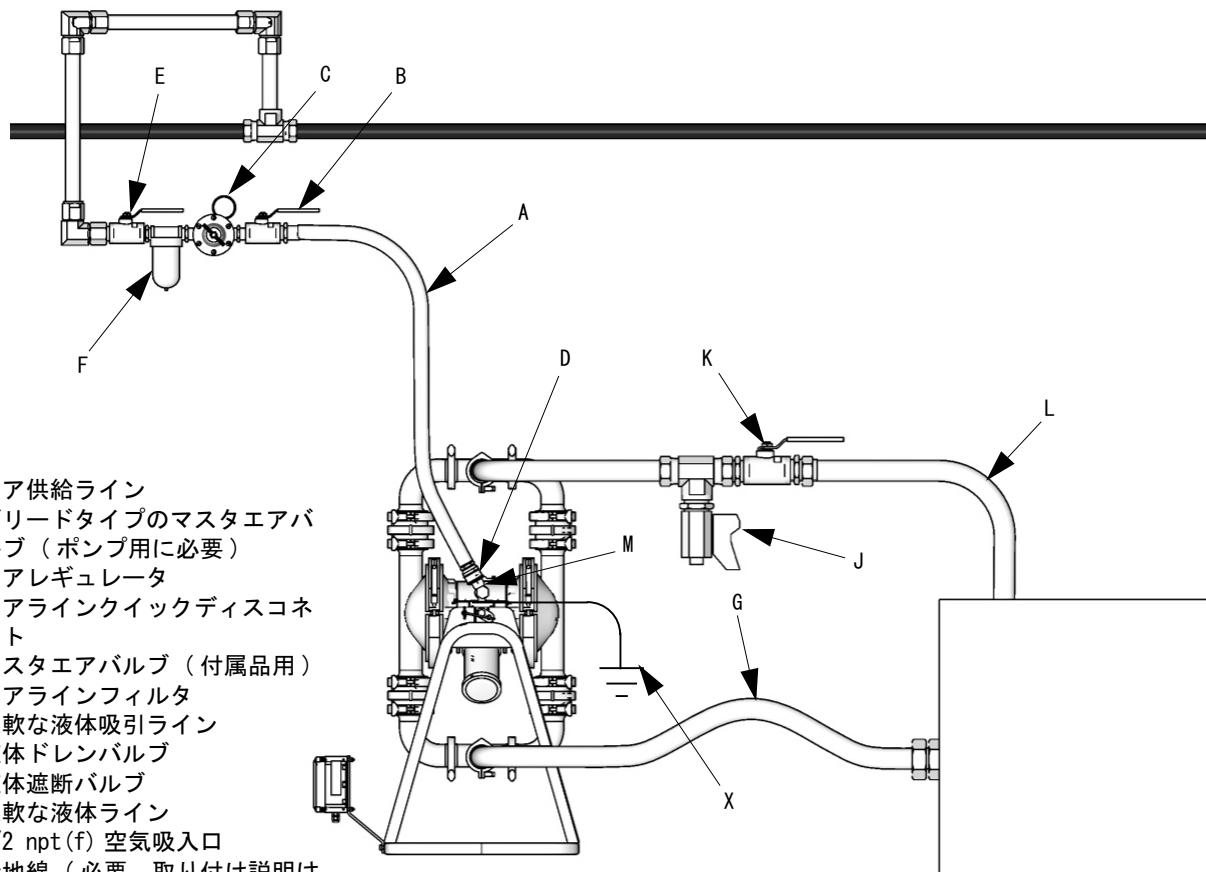

図 3: 代表的な床面への設置例
- 図 3 に示されている典型的な取り付け例は、システムの構成部品を選択し、設置する際のガイドに過ぎません。お客様の必要性に合ったシステムの設計の支援が必要な場合は、Graco 販売代理店にご相談ください。
- 図 3 に示されているように、エアラインのアクセサリを取り付けます。これらのアクセサリは壁またはブラケットに取り付けます。アクセサリに供給を行っているエアラインが接地されていることを確認してください。
- エアレギュレータ (C) およびゲージを取り付け、液圧をコントロールします。液体アウトレット圧力は、エアレギュレータの設定と同じになります。
b. ブリードタイプマスタエアバルブ (B) をポンプに近い場所に設置し、こもった空気を開放するのに使用します。もう一方のマスタエアバルブ (E) は、すべてのエアラインアクセサリの上流側に設置し、清掃および修理の際にそれらを隔離するため使用します。
c. エアラインフィルタ (F) によって、加圧された供給空気から有害な砂や湿気を取り除きます。
- 接地済みのフレキシブルタイプのエアホース (A) を、付属品と 1/2 npt (f) のポンプ空気吸入口 (M) の間に取り付けます。内径最小 9.5 mm (3/8 インチ) のエアホースを使用します。エアラインのクイックディスコネクトカプラー (D) をエアホース (A) の端にねじ込んで、ポンプエAINレットにはめ合い取り付け金具をきっちりとねじ込みます。
1. フレキシブルタイプの接地済み液体ホース (L) を使用します。
3. 液体アウトレットの近くに液体ドレンバルブ (J) を取り付けます。図 3 を参照のこと。
4. 液体排出ホースにシャットオフバルブ (K) を取り付けます。